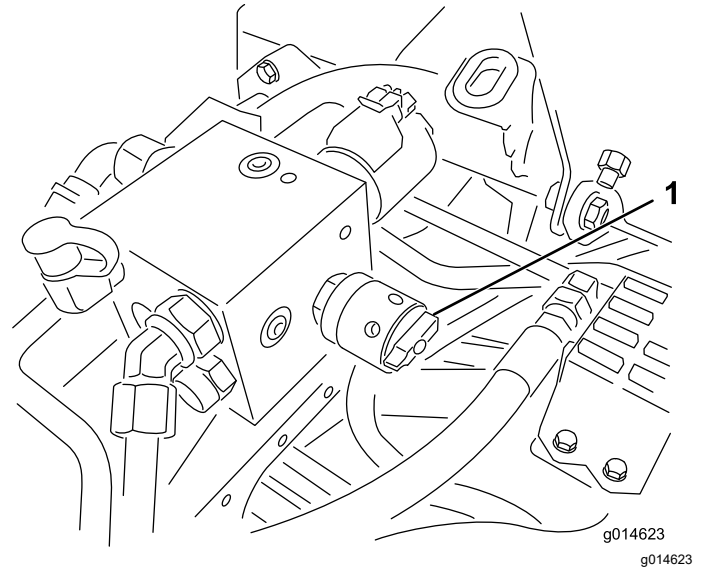

Figura 52
- Gire el control de velocidad de molinetes al ajuste 1 (Figura 52).
4. Ajuste la velocidad de los molinetes girando el pomo (Figura 52) hasta que las flechas estén alineadas con el número determinado en el paso 3.